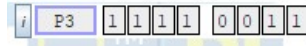

Figura 1 - Acesso aos pinos da porta P3 no EDSIM51
- 4) Fazer um programa para o EDSIM51 que aceite /INT0 e /INT1 (acionadas por borda). Inicialmente, rotacione um led aceso na porta P1 para a esquerda quando a /INT0 for solicitada; ou seja, rotacionar nível lógico baixo na porta P1 ao qual os leds se encontram conectados. Quando a interrupção /INT1 for acionada, inverter o sentido de rotação do led aceso. OBS: Para modificar os pinos P3.2 e P3.3 no EDSIM51, digite P3 ao lado de *i* (Figura 1). O EDSIM51 requer que você PAUSE a execução do código para